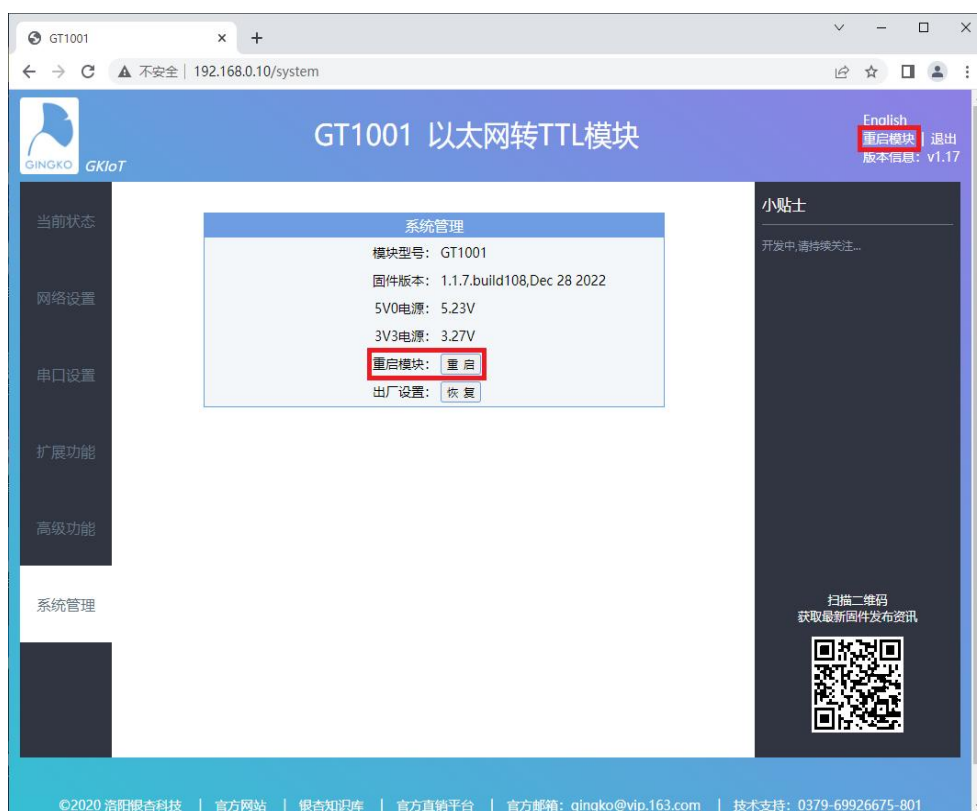

图 14-33 网页重启模块
4) 然后点击重启模块，如图 14-33 所示，设备自动连接云端服务器；